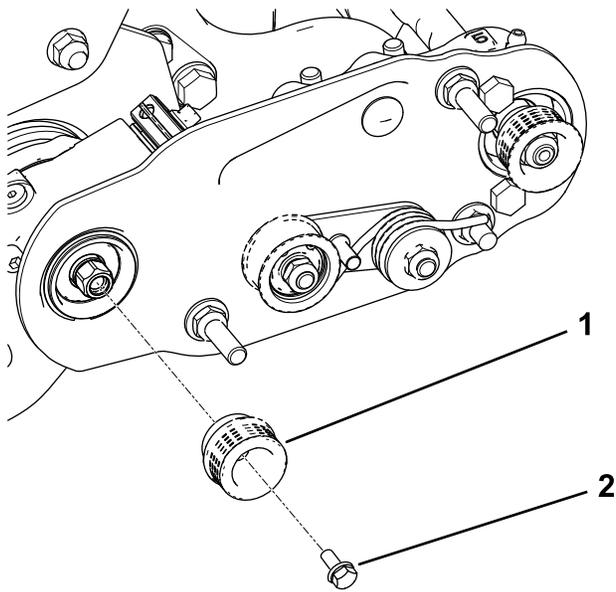

图 12
2. 把驱动皮带轮安装到疏草刀轴上 图 12。
3. 为凸缘头螺栓涂抹 242 乐泰胶蓝色并使用该螺栓将皮带轮固定到驱动轴上请参阅图 12。